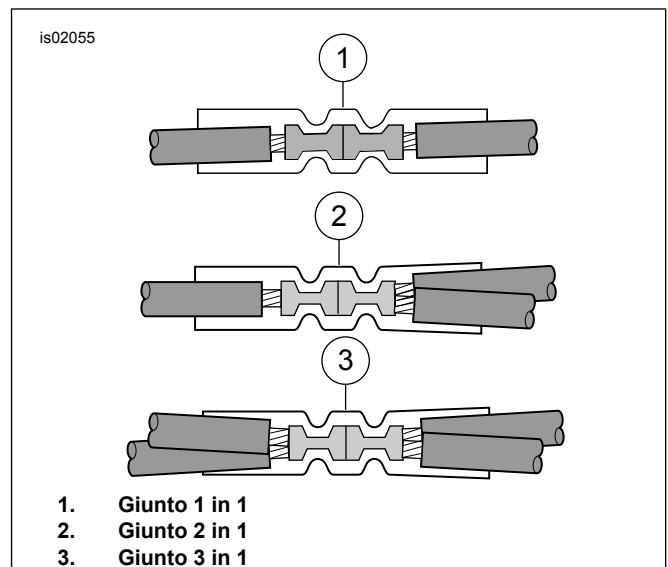
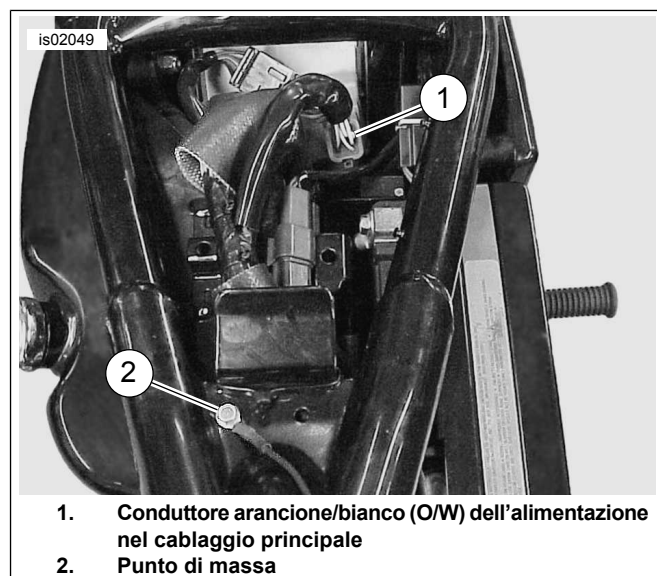
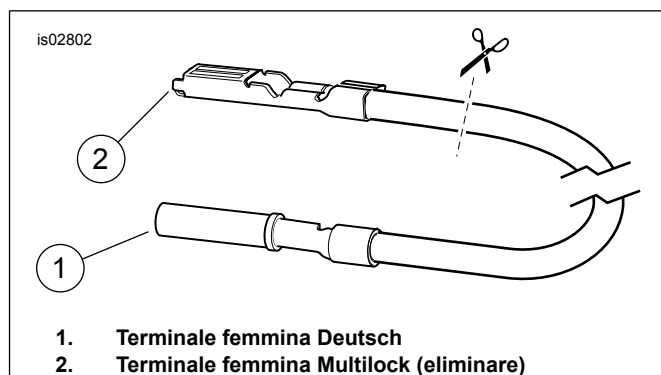

Figura 1. Configurazioni di giuntaggio
Figura 2. Ubicazione del cablaggio e del punto di massa (modelli XL 2003 o anni precedenti)
Figura 3. Tagliare il terminale Multilock dal conduttore dell'adattatore
2. Utilizzare un connettore a giunto di testa a tenuta (6) preso dal kit per giuntare il conduttore nero dal cablaggio del mini contagiri con uno dei conduttori neri (BK) provenienti dal connettore del quadro della strumentazione [20]. Vedere Figura 1, la configurazione di giuntaggio 2 in 1.
3. Prendere dal kit un connettore a giunto di testa a tenuta (6). Vedere Figura 1, la configurazione di giuntaggio 2 in 1. Giuntare il conduttore di alimentazione del cablaggio dei mini contagiri e due segmenti del filo arancione/bianco (O/W) dalla cavità N° 2 secondo le istruzioni nell'appendice del manuale di manutenzione.
- Prendere dal kit un connettore a giunto di testa a tenuta (6). Procedendo con cautela, scoprire un'area dell'avvolgimento del cablaggio principale e tagliare il conduttore di alimentazione del cablaggio principale arancione/bianco (O/W) in un punto accessibile. Vedere Figura 1, la configurazione di giuntaggio 2 in 1. Giuntare il conduttore dell'alimentazione del cablaggio del mini contagiri con il conduttore dell'alimentazione del cablaggio principale secondo le istruzioni riportate nell'appendice del manuale di manutenzione.
- Usando un connettore a giunto di testa a tenuta (6) preso dal kit, giuntare i due fili arancione/bianco. Vedere Figura 1, la configurazione di giuntaggio 1 in 1.
- Inserire il fusibile da 2 A (8) preso dal kit nella cavità del fusibile P&A IGN (accensione) per chiudere il circuito. Installare i tre fusibili rimossi al punto 2 nelle cavità corrette.
- Vedere Figura 2. Prendere dal kit un connettore a giunto di testa a tenuta (6). Procedendo con cautela, scoprire un'area dell'avvolgimento del cablaggio principale e tagliare il conduttore di alimentazione del cablaggio principale arancione/bianco (O/W) in un punto accessibile. Vedere Figura 1, la configurazione di giuntaggio 2 in 1. Giuntare il conduttore di alimentazione del cablaggio del mini contagiri con il conduttore dell'alimentazione del cablaggio principale secondo le istruzioni riportate nell'appendice del manuale di manutenzione.
1. Tagliare ed eliminare il terminale sul conduttore rosa (PK) del segnale del **cablaggio del mini contagiri**.
2. Prendere dal kit il conduttore dell'adattatore del segnale (13) ed un connettore a giunto di testa a tenuta (6). Vedere Figura 3. Tagliare il terminale femmina Multilock dal conduttore dell'adattatore del segnale in prossimità di quel terminale. Giuntare il conduttore dell'adattatore del segnale con il conduttore del segnale del cablaggio del mini contagiri secondo le istruzioni riportate nell'appendice del manuale di manutenzione.
3. Vedere Figura 2 e Figura 3. Tagliare il terminale femmina non necessario dal conduttore dell'adattatore del segnale in prossimità di quel terminale. Giuntare il conduttore dell'adattatore del segnale con il conduttore del segnale del cablaggio del mini contagiri secondo le istruzioni riportate nell'appendice del manuale di manutenzione.